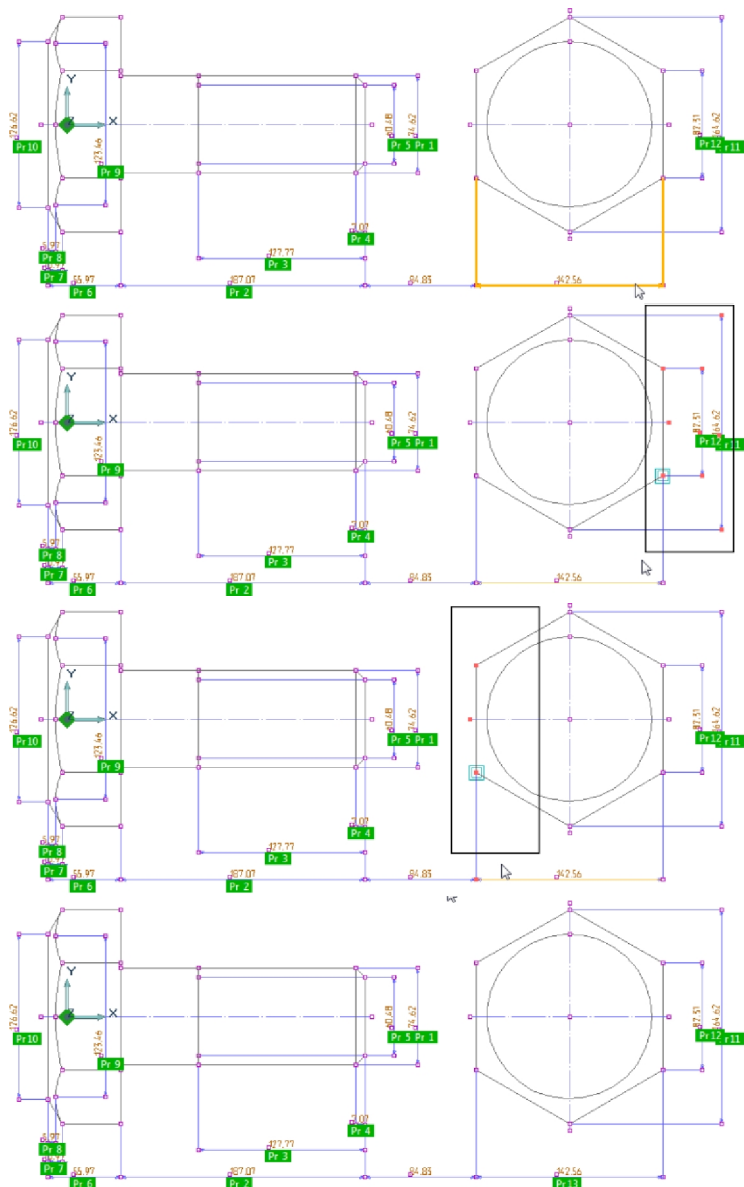

Рис. 20. Создание ПРМ 13
- Тринадцатым будет изменяться размер под ключ. Схема назначения узлов приведена на Рис. 20.